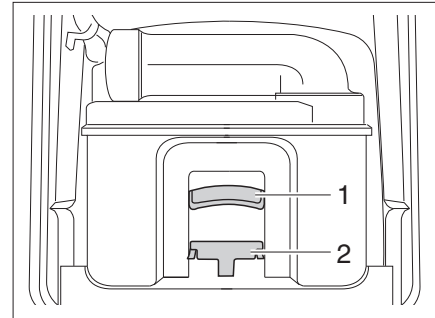

Bild 367 Thetford-Kassette
- Haltebügel (Bild 367,2) nach vorn ziehen um die Toiletten-Kassette zu entriegeln und Kassette am Griff (Bild 367,1) herausziehen.